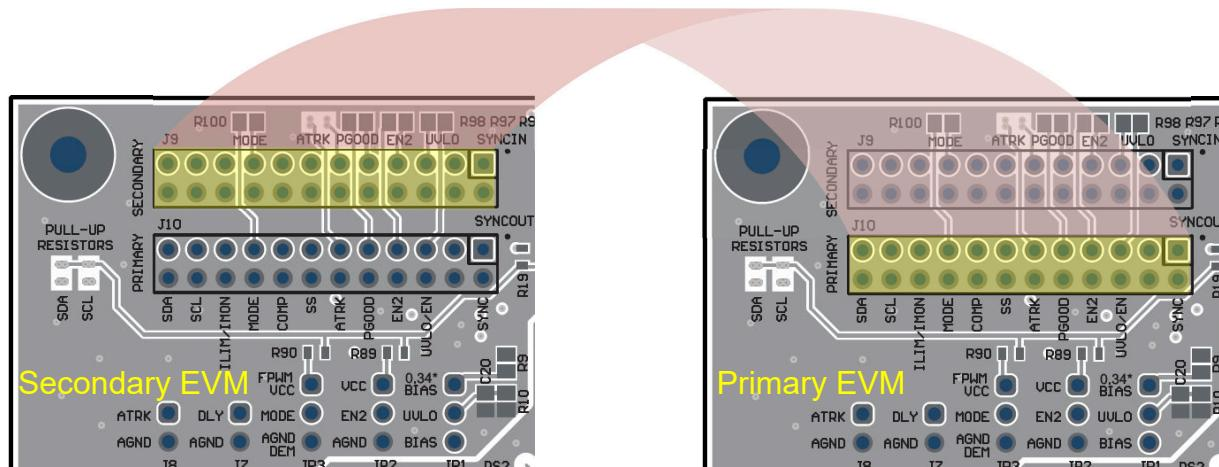

图 4-2. 使用带状电缆连接主 EVM 和辅助 EVM
4. 使用带状电缆连接主 EVM 的 J10 和辅助 EVM 的 J9。请参阅 图 4-2。